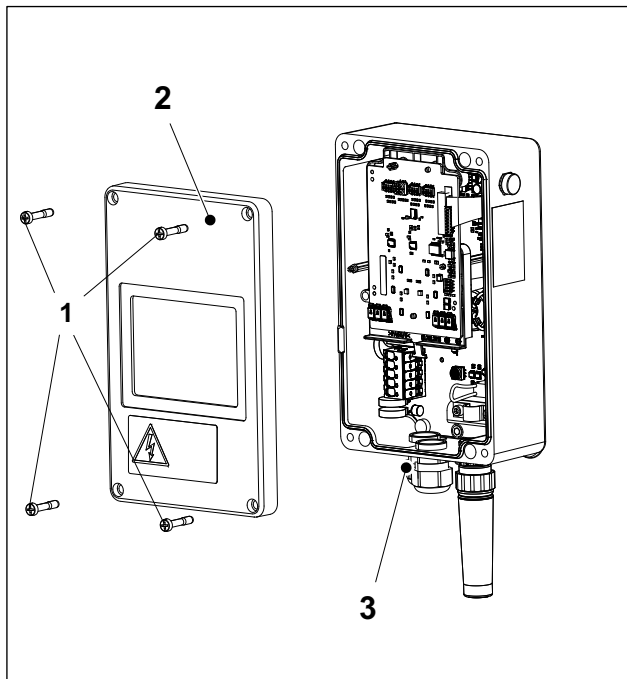

Abb. 3 SENEK.Wallbox pro s, geöffnetes Elektronikgehäuse
1. Die vier Schrauben (Abb. 3/1) lösen und den Deckel des Elektronikgehäuses (Abb. 3/2) abnehmen.
2. Die Kabelverschraubung ESKV25 (Beipackzubehör) mit dem dazugehörigen Dichtring EADR25 (Beipackzubehör) in das Elektronikgehäuse einschrauben (Abb. 3/3) und festziehen (8 Nm).